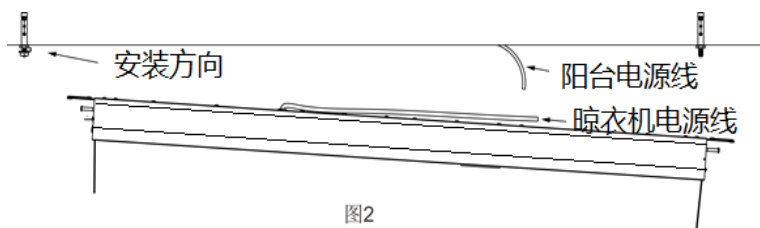

图2
5. 拆下两端的端盖，小心托起主机，按图 2 所示，将主机一端插在两个膨胀螺丝的垫片上，接着托起另一端把垫片及螺母装上锁紧，最后分别把四个膨胀螺钉螺母拧紧。